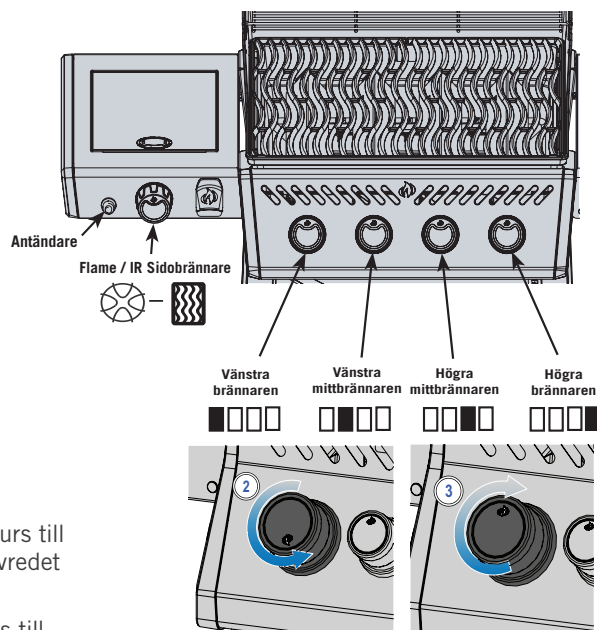

Bild 1
4. Om ledaren och brännaren inte tänder inom 5 sekunder – stäng av vredet medurs till AV-positionen. Vänta 5 minuter för att gasen ska skingras. Upprepa steg 2 och 3, eller tänd med en tändsticka. (Bild 1).